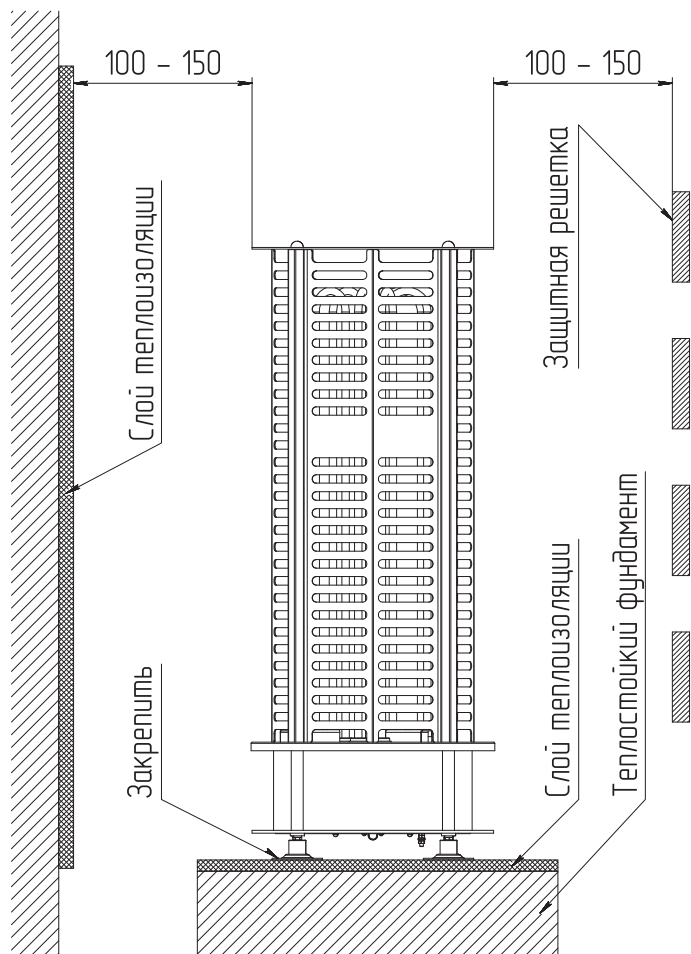

Рис. 2 Схема размещения электрокаменки в помещении
- Электрокаменка должна устанавливаться на термостойкий фундамент (**Рис. 2**);
Расположение электрокаменки в помещении с учетом необходимого для обслуживания расстояния показано на **Рис. 2**.